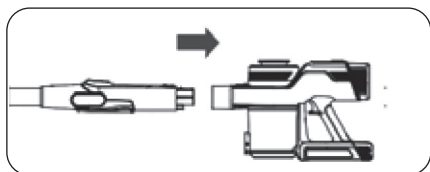

Figure 1
- Poussez l'extrémité du tube d'aluminium horizontalement dans le trou d'aspiration du boîtier principal en vous assurant qu'il est complètement enfoncé et qu'il est solidement installé. Le tube s'enclenche audiblement pour confirmer son installation. (Figure 1)